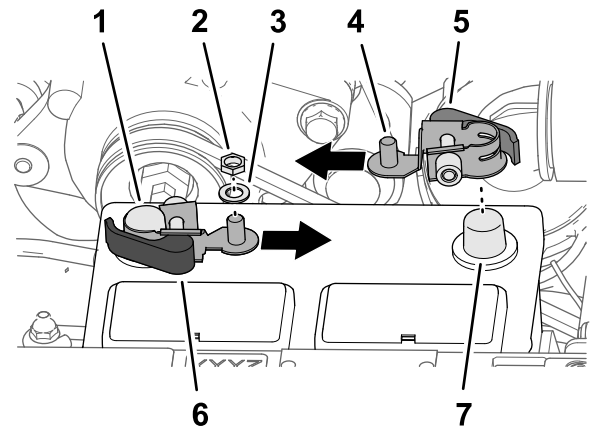

图209
- 拆下红色和黑色手柄快速连接夹具上的六角螺母和垫圈图209。
3. 如图209所示将快速连接夹具安装到电池负极上使夹具的螺纹柱朝向电池中心对齐。